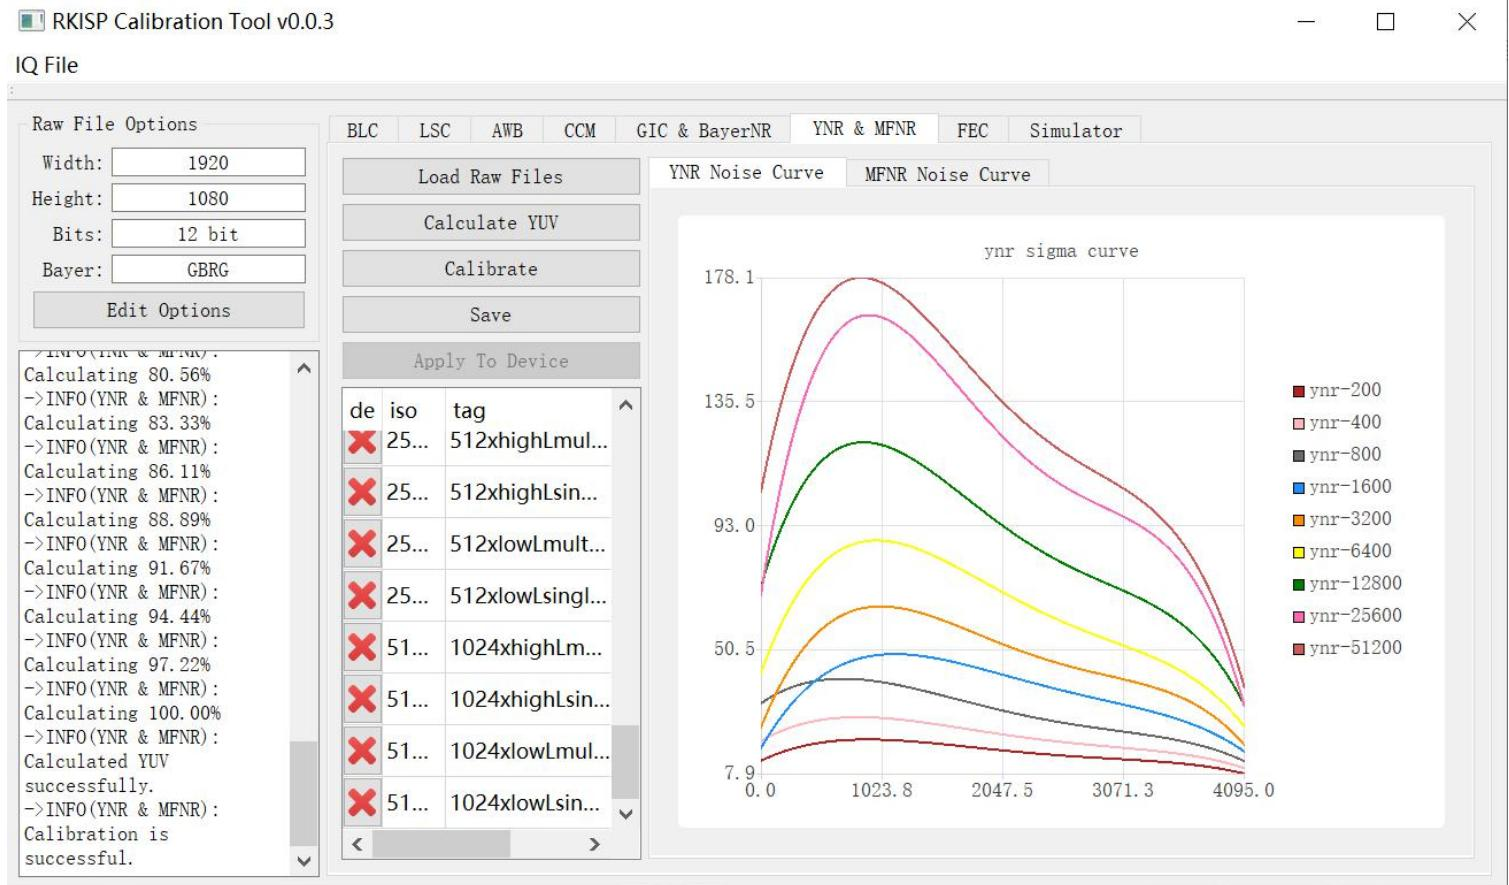

图 4-6-7
- b) 若标定出的曲线与图 4-6-7 中所示的形状相差甚远, 表明高光或低光亮度不对, 可以通过曲线异常的位置来判断: